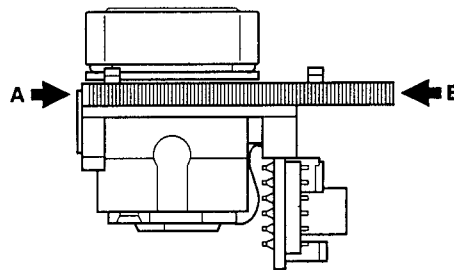

Fig. 4-2
- During the transportation, mounting and dismounting of the assembly, support with your fingers at points A and B as shown in Fig. 4-2. Be particularly careful not to touch the actuator, photosensor and LD plate and do not apply force to them.
- 取り付け、取り外し、持ち運びの際は、Fig. 4-2 の A 部と B 部で支えてください。特にアクチュエーター、光検出部、LD プレート部は、手を触れたり力を加えたりしないでください。